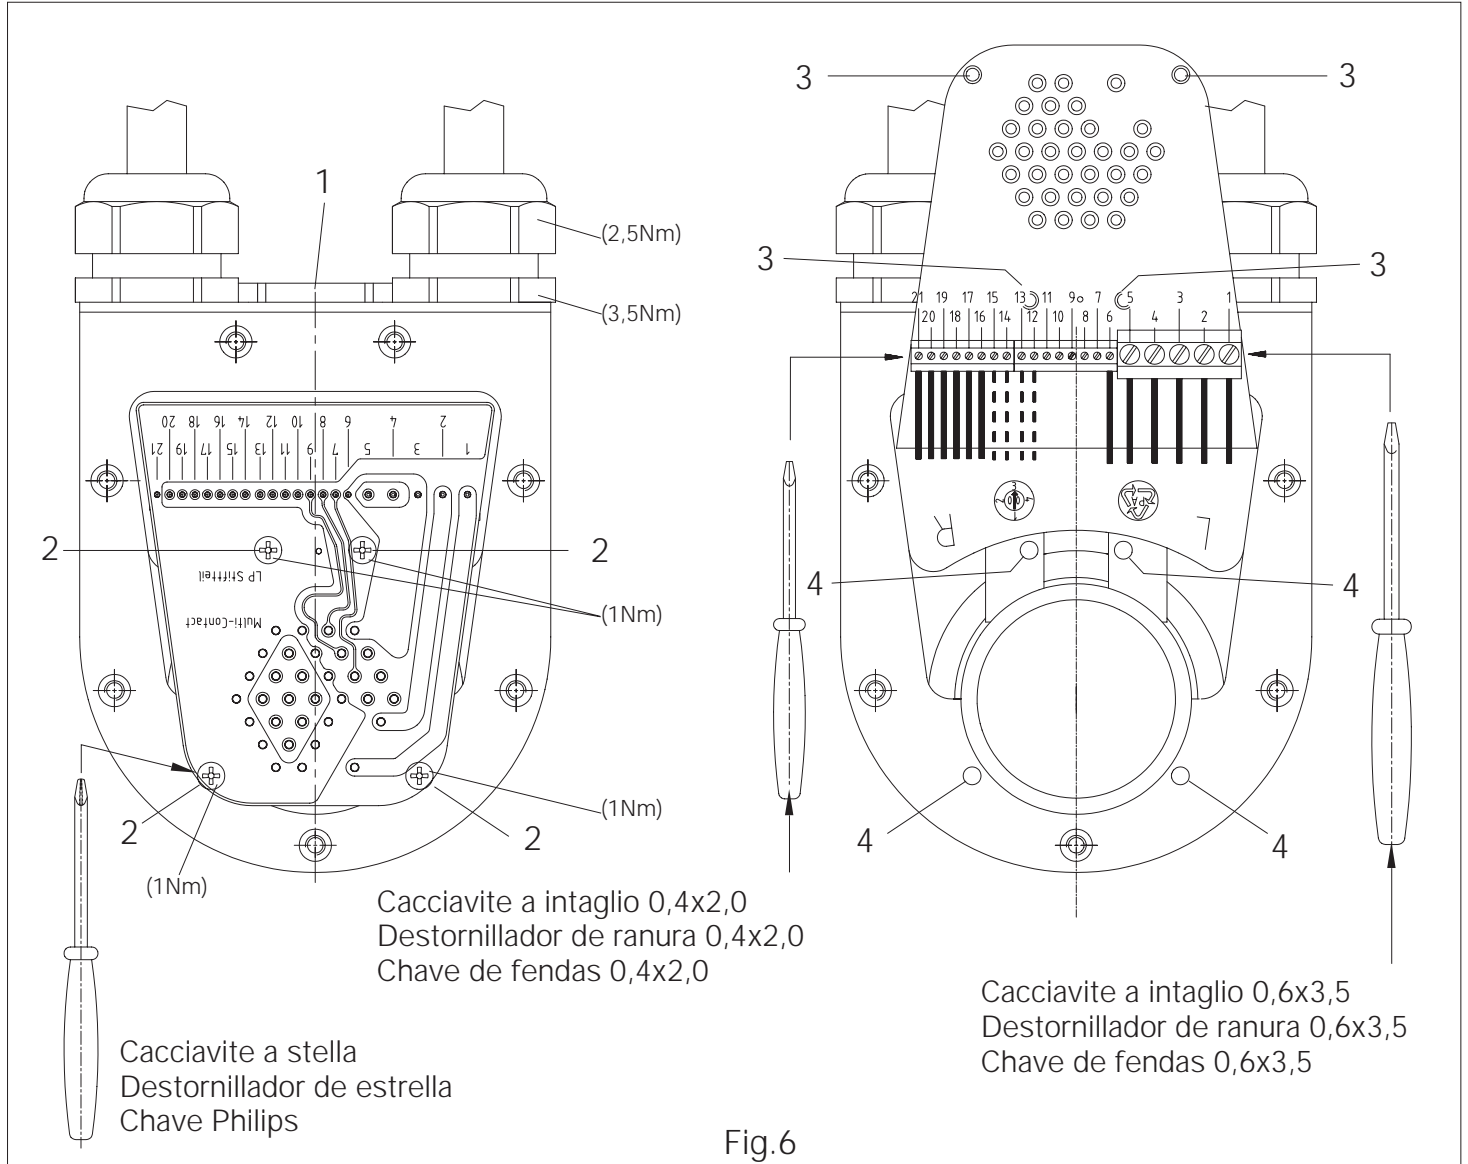

Fig.6
Allentare le 4 viti a croce (2) con il cacciavite a stella. Sollevare con cautela la scheda. Sollevare con cautela la scheda e ribaltarla (vedere Fig.6, pagina 5/8). Svitare il tappo cieco (1) e avvitare il cavo di segnale confezionato (Fig. 6, pagina 4/8) posizionando il pressacavo al posto del tappo cieco (coppia di serraggio per stringere il pressacavo nell'alloggiamento: 3,5Nm; coppia di serraggio del dado sul coperchio: 2,5Nm).
Desatornille los 4 tornillos de estrella (2) con el destornillador de estrella. Levante con cuidado la placa de circuito impreso. Levante con cuidado la placa de circuito impreso e inclínela hacia atrás (ver Fig.6, pág. 5/8). Desenrosque el tapón ciego (1) e introduzca el cable de señal preparado (Fig.6, pág. 4/8) con el casquillo pasacables en la posición del tapón. (Par de apriete del casquillo en la caja: 3,5Nm; par de apriete de la tuerca de la tapa: 2,5Nm).
Desaparafuse os 4 parafusos (2) com uma chave Philips. Levante cuidadosamente a placa do circuito impreso. Levante cuidadosamente a placa do circuito impreso e rode-a para trás (ver Fig.6, página 5/8).
Desaperte o tampão roscado (1) e enrosque o cabo de sinais já preparado (Fig. 6, página 4-8) com o colarinho do cabo no lugar do tampão roscado. (Binário de aperto do colarinho: 3,5Nm; binário de aperto da porca da tampa: 2,5Nm). Ligue os condutores do cabo de sinais acabado de introduzir aos terminais livres da placa do circuito impreso. Estão disponíveis 4 contactos blindados (12-15) e 5 não blindados (7-11).